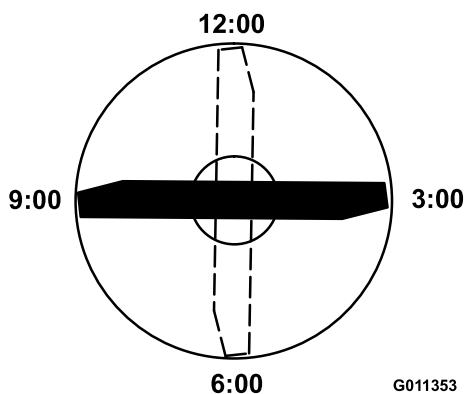

Figura 95
4. Poziționați marginea de tăiere a capătului marcat al lamei la ora 12 (drept înainte în direcția de cosire) (Figura 95) i măsurați înălțimea de la masă la marginea de tăiere a lamei.
5. Rotii capătul marcat al lamei în pozițiile de la orele 3 i 9 (Figura 95) i măsurați înălțimile.